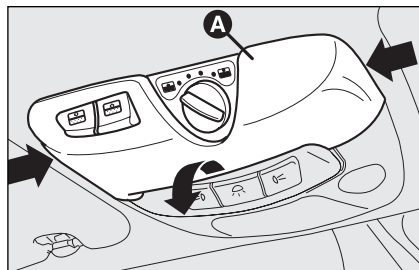

fig. 82
- ☐ remover o plafonier dianteiro **A-fig. 82** premindo lateralmente em ambos os lados do transparente de plástico como indicado pelas setas;